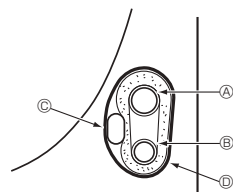

Fig. 4-5
4.4.1. Sistemazione nello spazio riservato alle tubazioni dell'unità (Fig. 4-5)